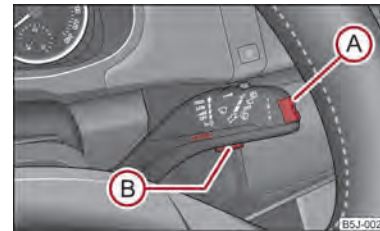

Fig. 7 Display-ul cu informații: Elementele de comandă
- **Main menu (Meniul principal)** se activează prin apăsarea tastei basculante (A) ⇒ fig. 7 mai mult de 1 secundă.
- De la tasta basculantă (A) puteți selecta punctele de meniu. După scurta apăsare a tastei (B) se afișează informația selectată.